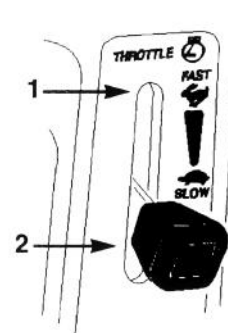

Figure 4
8. Quand le moteur a démarré, mettre le starter sur "OFF" (Fig. 4). Si le moteur cale ou hésite, ramener le starter sur "ON" pendant quelques secondes. Ramener ensuite la commande sur FAST. Renouveler l'opération le cas échéant.
1. Mettre la commande des gaz sur SLOW (LENT) (Fig. 4).